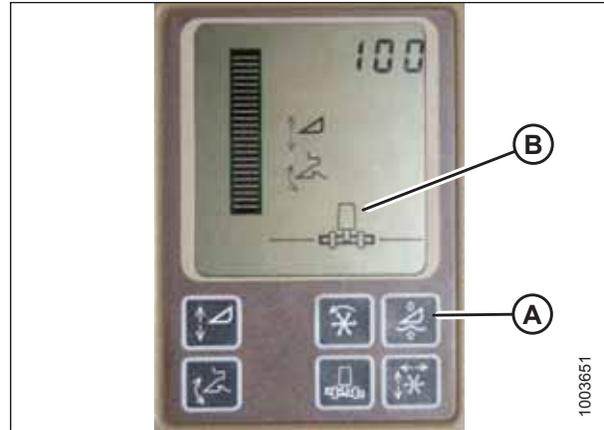

Abbildung 3.421: Display auf John Deere Mähreschern
Die aktive Schneidwerk-Floatfunktion (A) und die automatische Schneidwerkshöhenregulierung (AHHC) dürfen bei MacDon-Schneidwerken **NICHT** gleichzeitig aktiviert sein. Die beiden Systeme arbeiten gegeneinander. Unter dem Schneidwerkssymbol (B) auf dem Display sollte **keine** gewellte Linie zu sehen sein. Das Symbol muss mit der Darstellung in der Steueranzeige „Aktives Schneidwerk“ in Abbildung 3.421, Seite 256 identisch sein.